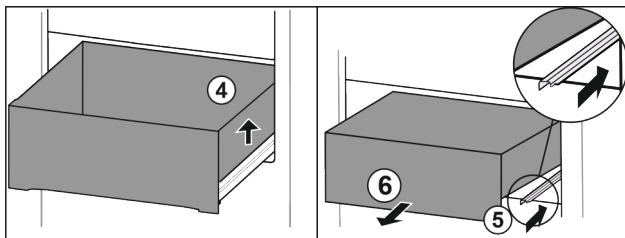

Fig. 185
- Soulever le tiroir sur la droite. Fig. 185 (4)
- Rentrer le rail de droite. Fig. 185 (5)
- Retirer le tiroir par l'avant. Fig. 185 (6)